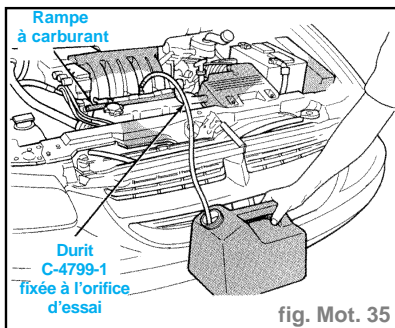

fig. Mot. 35
- Placer l'extrémité ouverte de la durit de libération de pression, outil **N°C-4799-1**, dans un récipient à essence homologué. Brancher l'autre extrémité de la durit **C4799-1** à l'orifice d'essai de pression de carburant (fig. Mot. 35). Le carburant sous pression doit s'évacuer à travers la durit dans le récipient. Le